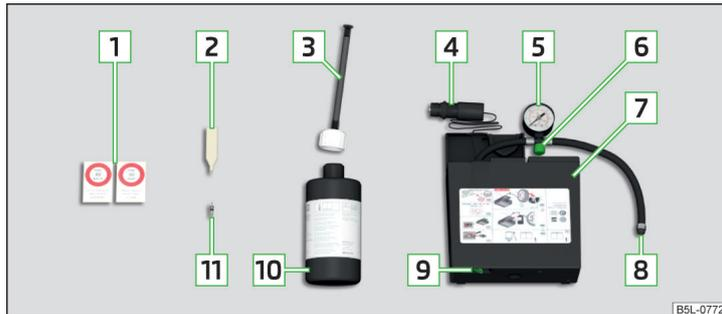

Fig. 154 Descripción del kit de averías
- ▶ Introducir el atornillador de inserto de válvula [2] » fig. 154 de la pág. 142 sobre el inserto de válvula de la manera que el inserto de válvula cabe en la ranura del atornillador de inserto de válvula.
- ▶ Agitar fuertemente y varias veces la botella [10] » fig. 154 de la pág. 142. ▶
- Enrosque fija la manguera de llenado del neumático [8] » fig. 154 de la pág. 142 sobre la válvula del neumático.
- Pegue la etiqueta adhesiva correspondiente [1] » fig. 154 de la pág. 142 sobre el tablero de instrumentos en el campo visual del conductor.